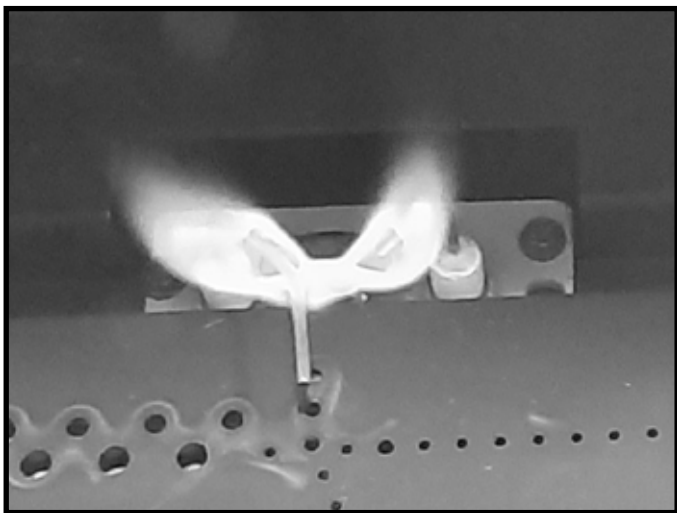

Figure 4.2 Flamme de la veilleuse
- Inspectez la qualité du comportement de la flamme de la veilleuse. Consultez la figure 4.2 pour un comportement de la flamme de la veilleuse. Nettoyez ou remplacez la tête d'injecteur à filetage mâle si nécessaire.